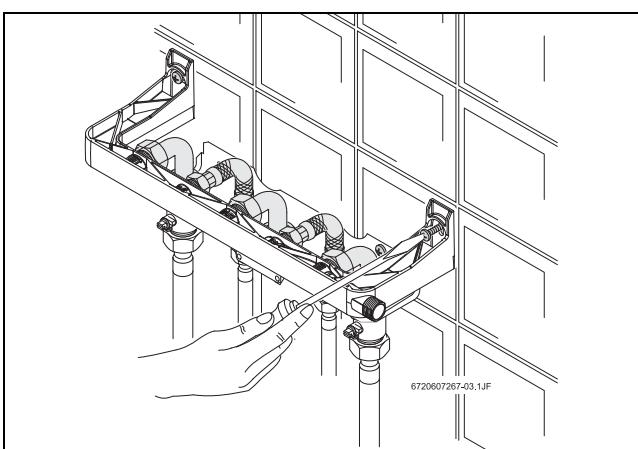

Рис. 20 Фиксация установочного комплекта
- Прикрутить шаблон к стене (рис. 20).